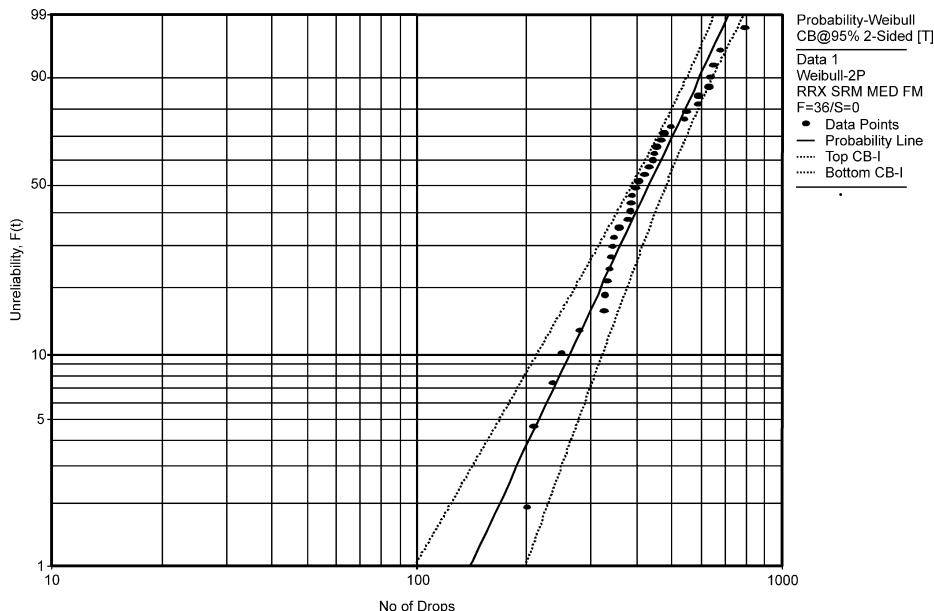

FIGURE 6. Micro SMD 0.5 mm Pitch, 30 Bumps
4. 落下試験：落下試験の結果を Figure 6 ~ 9 に示します。落下試験は以下の条件で実施しました。